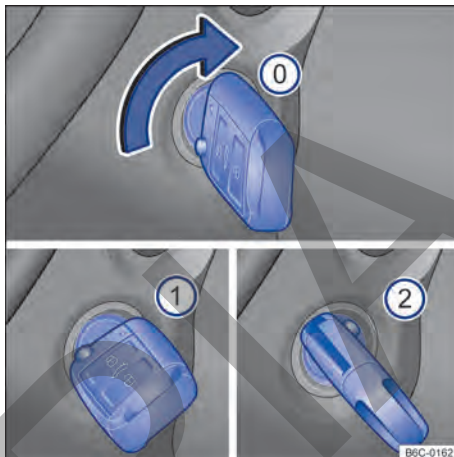

Fig. 86 Al lado del volante de la dirección, a la derecha: posiciones de la llave del vehículo en la cerradura de encendido.
Posiciones de la llave del vehículo → **fig. 86**
- ❶ Encendido desconectado. La llave del vehículo puede ser retirada.
- ❷ Encendido conectado.
- ❸ Pise el pedal del freno (*vehículos con transmisión automática*), o el pedal del embrague (*vehículos con transmisión manual*) y encienda el motor. Cuando el motor arranque, suelte la llave del encendido. Al soltar, la llave del vehículo vuelve a la posición → **fig. 86** ❶.
- **Vehículos con cerradura de encendido:** girar la llave del vehículo a la posición → fig. 86 ①. El encendido está conectado. En ese momento la luz de control del sistema de arranque en caliente  se encenderá en el instrumento combinado. Esperar a que la luz de control  se apague indicando el final del calentamiento del combustible (esta acción puede ser necesaria en condiciones de arranque con el motor frío).
- **Vehículos con cerradura de encendido:** gire la llave del vehículo en la tumbor de ignición hacia la posición → fig. 86 ② – no acelerar. Cuando el motor comience a funcionar, soltar la llave del vehículo en la cerradura de encendido.
- *Vehículos con cerradura de encendido*: girar la llave del vehículo en la cerradura de encendido a la posición → fig. 86 .